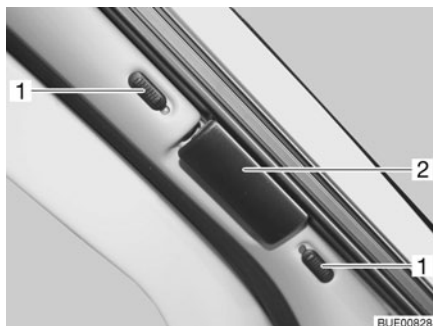
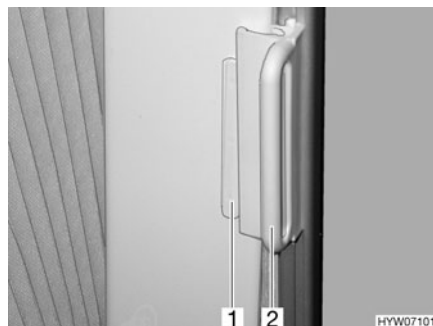

Fig. 58 Dispositif occultant plissé pour le pare-brise
Fig. 59 Dispositif occultant plissé pour les fenêtres côté conducteur et passager
- Pousser les boutons de verrouillage du dispositif occultant plissé pour le pare-brise (Fig. 58,1) vers le bas ou vers le haut. Si le point rouge est visible, le dispositif de verrouillage est ouvert.
- Saisir les dispositifs occultants plissés par la poignée (Fig. 58,2 et Fig. 59,2) et tirer avec précaution jusqu'à ce que le blocage magnétique les maintienne fermés.
- Pousser, sur les dispositifs occultants plissés pour les fenêtres côté conducteur et côté passager, la poignée (Fig. 59,2) sur la pièce de fixation (Fig. 59,1). Le dispositif occultant plissé est bloqué.